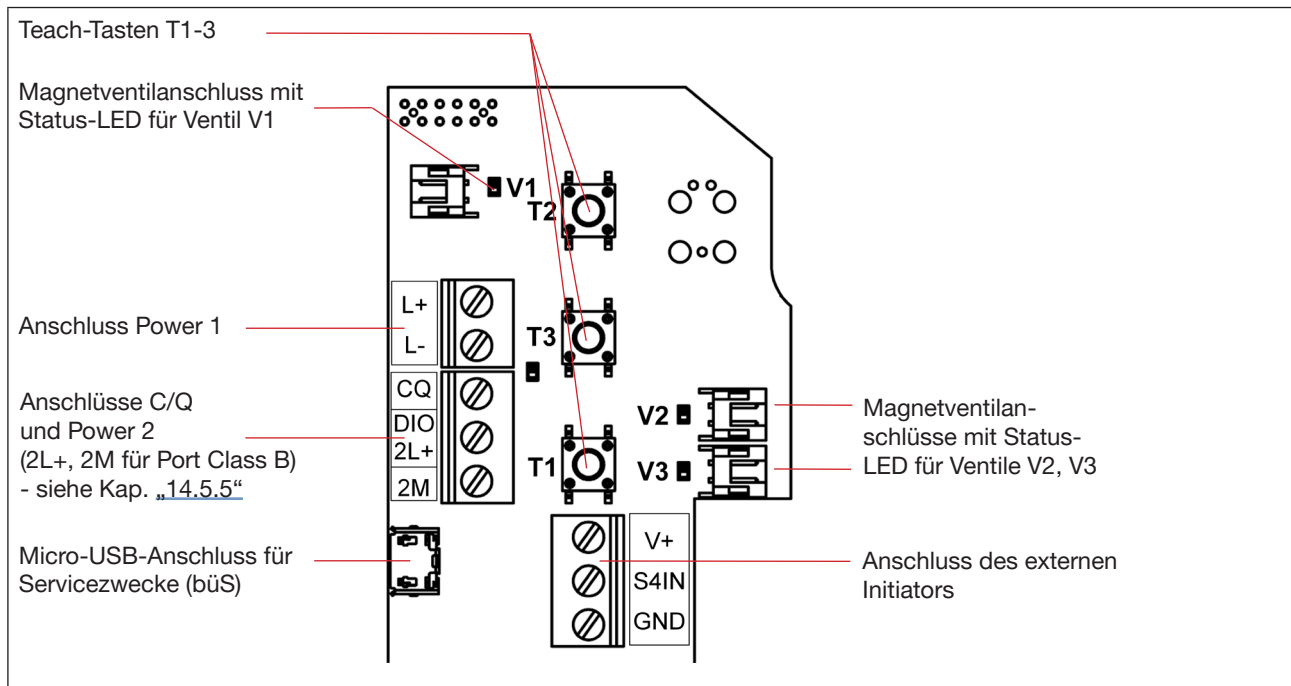

Bild 36: Elektronikmodul IO-Link (im Beispiel: Port Class B)
Serviceschnittstelle (bÜS) (auf Elektronikmodul):	Micro-USB-Schnittstelle auf dem Elektronikmodul für Software-Updates (siehe „Bild 36“ auf Seite 84)
- Gehäuse öffnen (siehe Kapitel „8 Öffnen und Schließen des Gehäuses“ auf Seite 37), so dass das Elektronikmodul sichtbar wird – siehe unten („Bild 36“).
Firmware-Updates können nur über die bÜS-Serviceschnittstelle (Micro-USB) auf dem Elektronikmodul erfolgen (siehe „Bild 36“ bzw. Kap. „14.5.4“). Dazu sind ein **bÜS-Stick** sowie der **Bürkert Communicator** erforderlich. Der Bürkert Communicator (Typ 8920) ist ebenfalls von der Bürkert-Webseite herunterladbar.